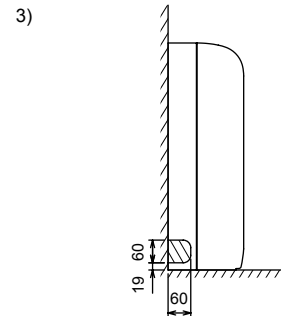

Fig. 3-9
3) Per la tubazione di sinistra (Fig. 3-9)